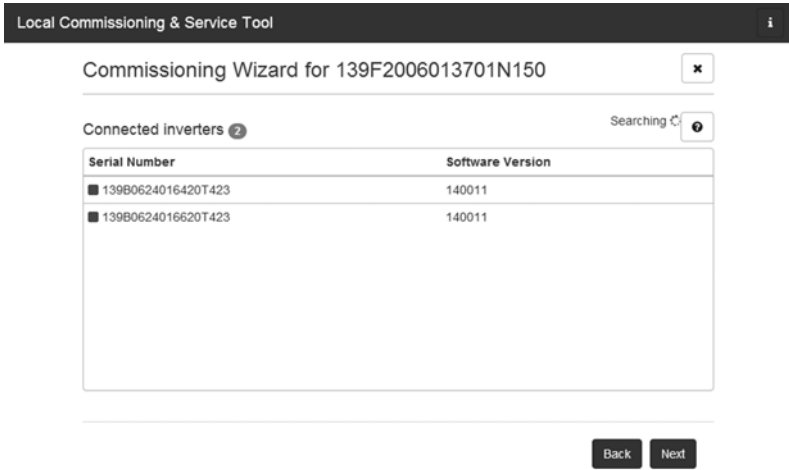

Abbildung 5.5 LCS-Tool - Liste der angeschlossenen Wechselrichter
6. Eine Liste der durch den ausgewählten Inverter Manager identifizierten Wechselrichter wird angezeigt. Siehe Abbildung 5.5.